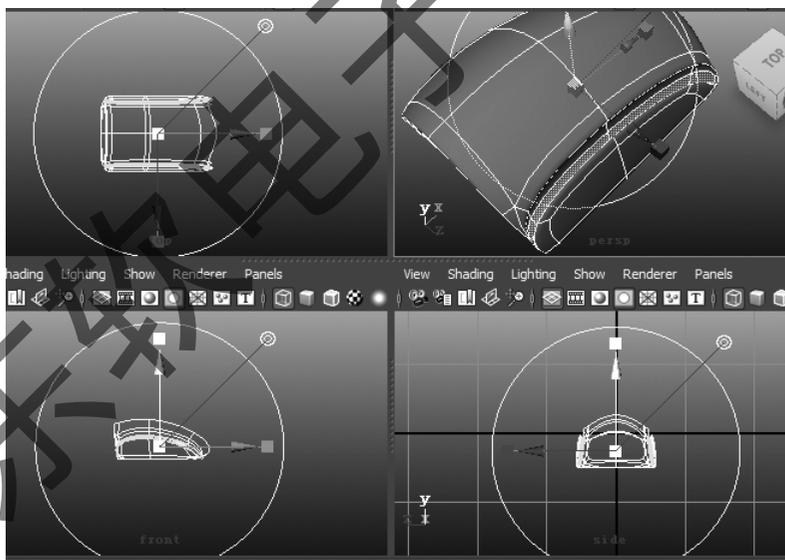

图 4-37 面调节
Step 5: 进入面编辑状态(快捷键 F11), 对物体两侧 2 条窄面进行选择, 并对其执行 2 次挤出命令, 令其产生下凹的 2 条窄边, 如图 4-37 所示。